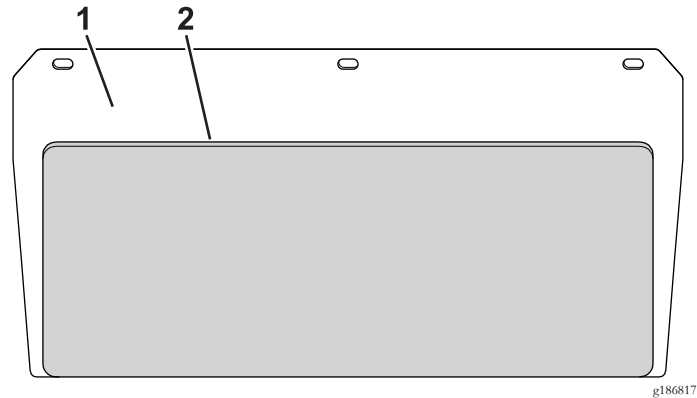

図9
4. 後パネルシールドの裏紙をはがして後パネルのエンジン側の面の中央に貼り付ける 図9。